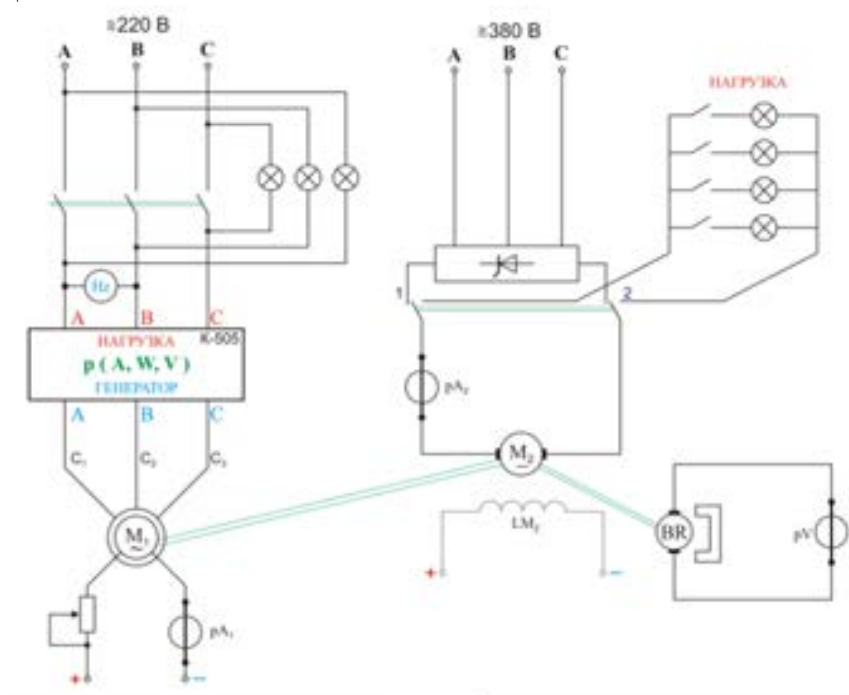

Рис. 4
2. Указать элементы электрической принципиальной схемы (рис. 4), объяснить процесс пуска синхронного электродвигателя; возможности регулирования коэффициента